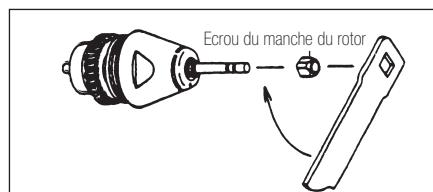

Fig.15
- Insérez finalement l'écrou du manche du rotor le long de la fraise test et serrez-le bien avec une clé tout en tenant le rotor (Fig.15).